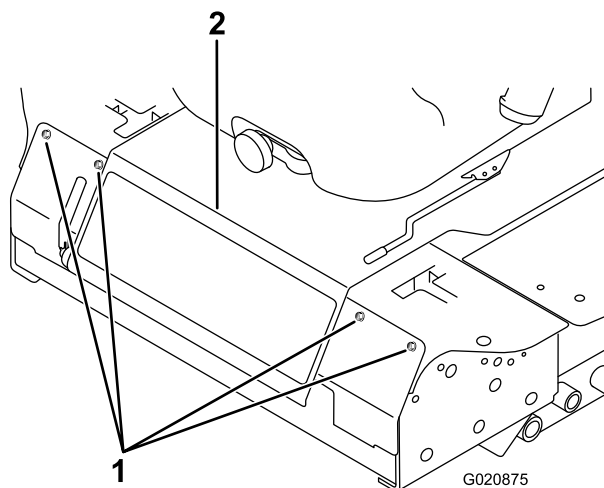

Figura 81
3. Afloje los pernos del panel delantero y retire el panel (Figura 81).